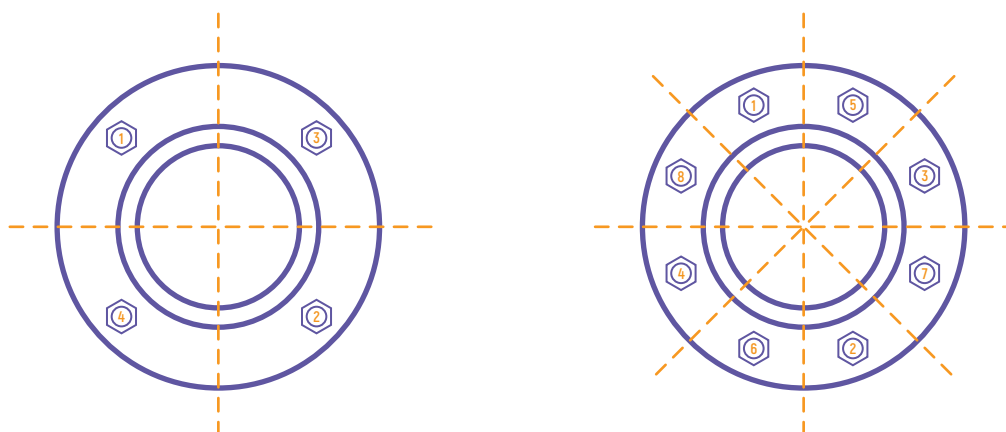

Рисунок 22. Затяжка шпилек и гаек, крепящих ПРЭМ на трубопроводе
Затяжку шпилек и гаек, крепящих ПРЭМ на трубопроводе, производить равномерно, поочередно, по диаметрально противоположным парам (рис. 22). При этом необходимо избегать применения чрезмерно больших усилий во избежание деформации футеровки ПРЭМ. Закручивание гаек осуществляется за три прохода. За первый проход затяжку выполнять крутящим моментом 0,5 Мк, за второй проход – 0,8 Мк и за третий проход – 1.0 Мк. Моменты силы при закручивании гаек (таб. 10).
- Затяжку болтов и гаек, крепящих ПРЭМ на трубопроводе, производить равномерно, поочередно, по диаметрально противоположным парам (рис. 22). При этом необходимо избегать применения чрезмерно больших усилий во избежание деформации футеровки ПРЭМ. Закручивание гаек осуществляется за три прохода. За первый проход затяжку выполнять крутящим моментом 0,5 Мк, за второй проход – 0,8 Мк и за третий проход – 1,0 Мк. Моменты силы при закручивании гаек (таб. 10).